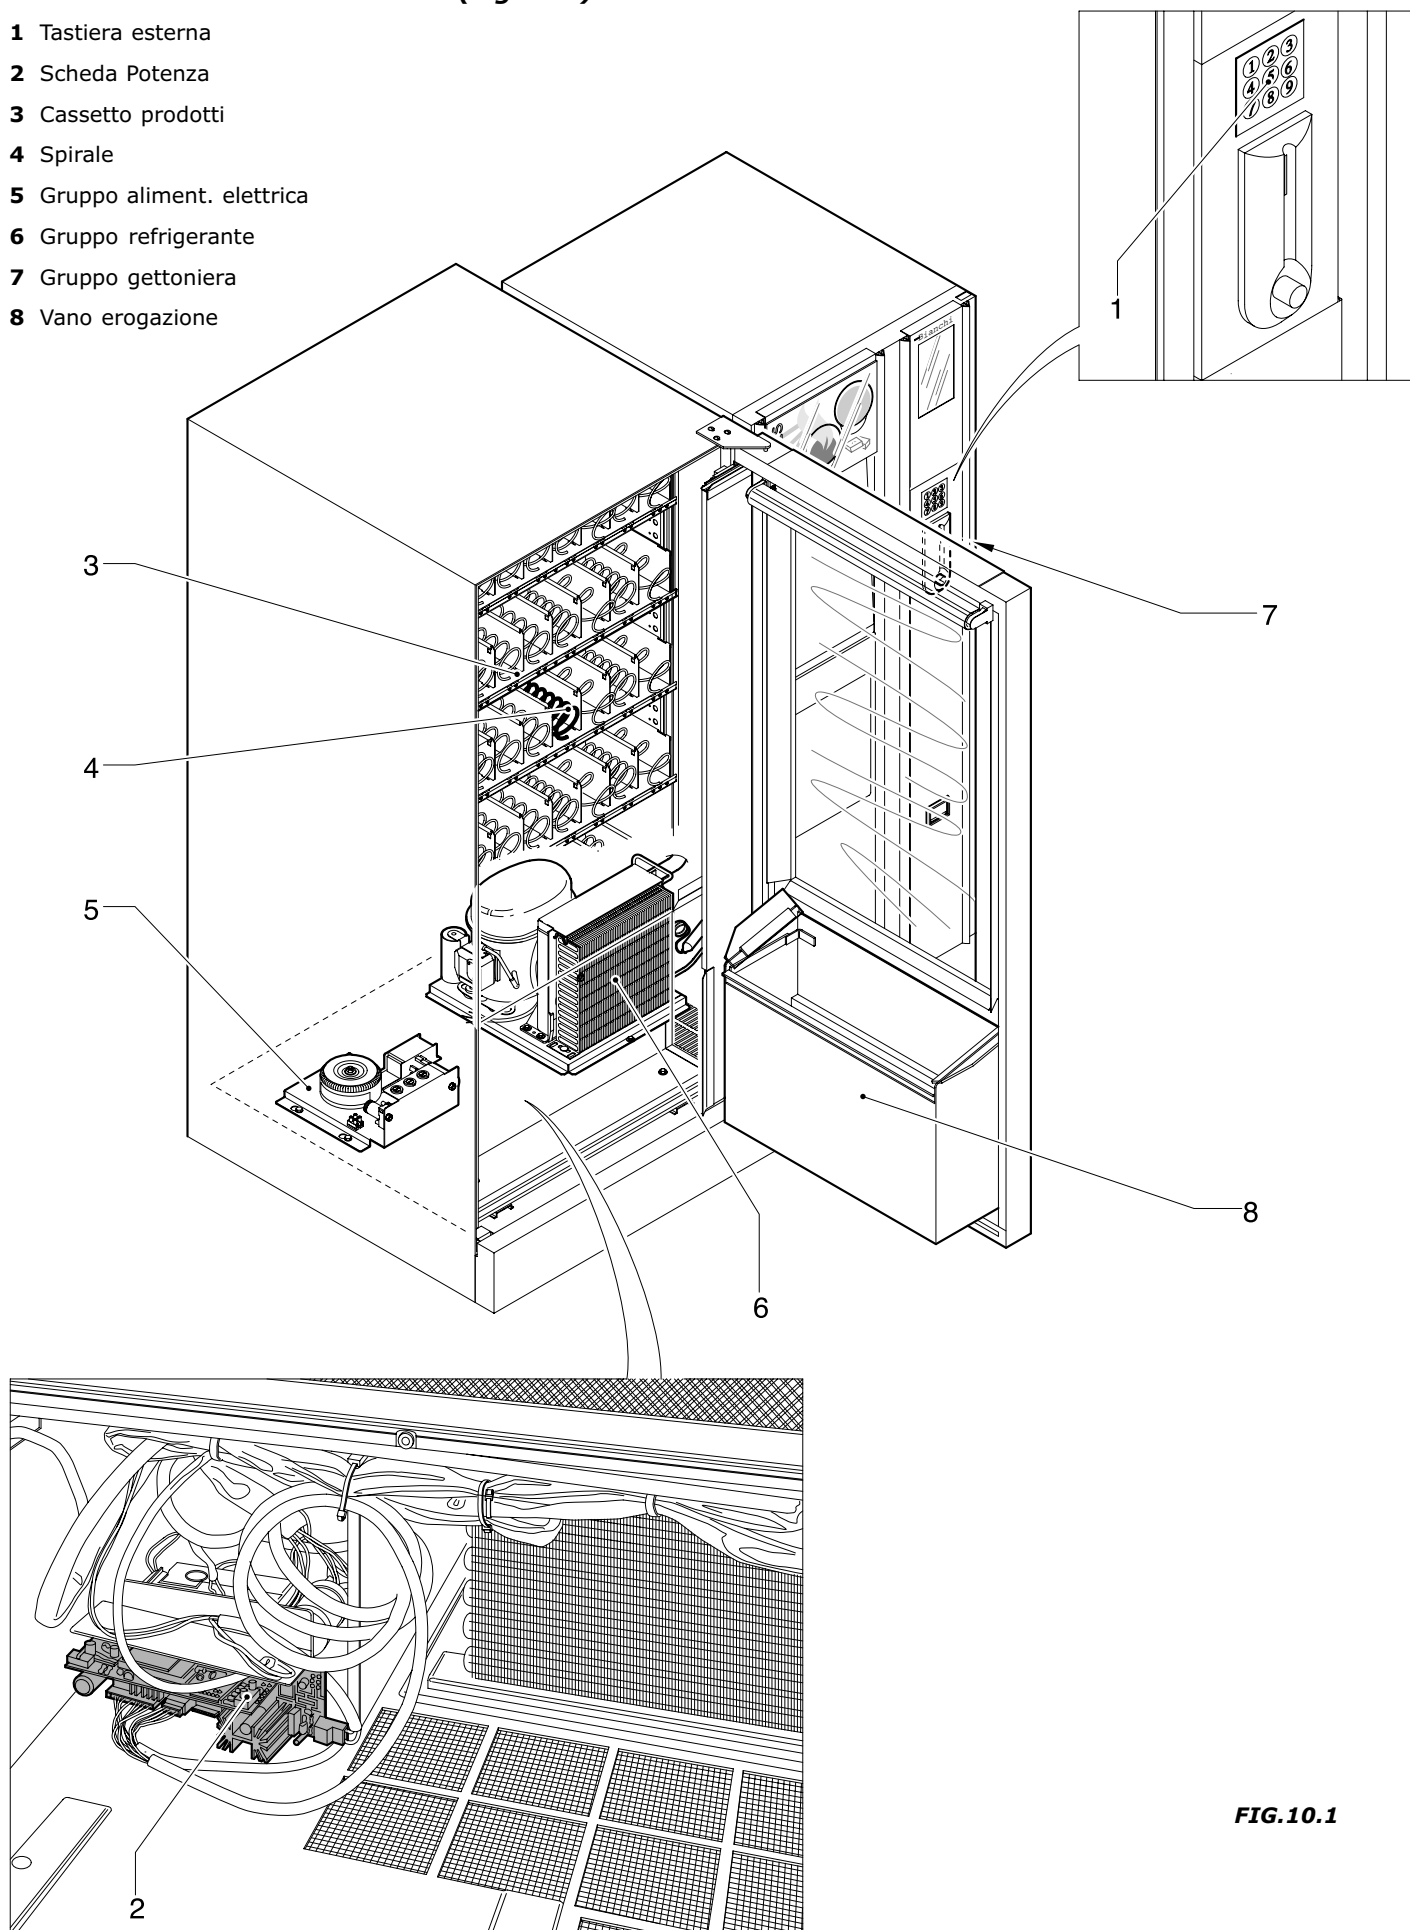

FIG.10.1
10.2 Descrizione della macchina (Fig.10.1)